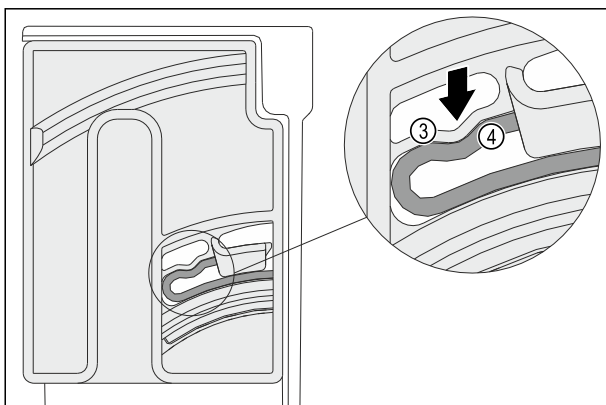

Fig. 119
- Vous entendrez l'élément élastique Fig. 119 (3) de l'unité de rotation s'enclencher dans la forme ronde de la nervure Fig. 119 (4).